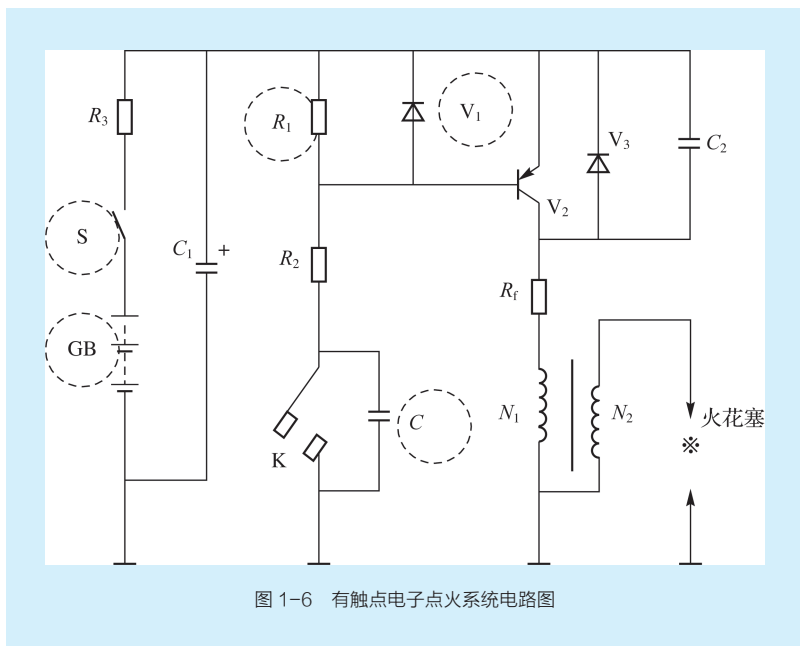

图 1-6 有触点电子点火系统电路图
文字符号是一种用来表示电气设备、装置和元器件的种类及其功能、特征的字母代码, 图 1-6 所示的有触点电子点火系统电路图中的 S、R、V、GB 等字母代号均属于文字符号。
(1) 单字母文字符号。把各种电气设备、装置和元器件等项目划分为 23 大类，每一大类用一个专用的拉丁字母表示，这个专用的拉丁字母就是单字母文字符号。图 1-6 中表示电容器的字母“C”、表示电阻器的字母“R”、表示半导体器件的字母“V”等均属于单字母文字符号。常用单字母文字符号见表 1-11。
(2) 双字母文字符号。双字母文字符号是由一个表示种类的单字母文字符号与另一个字母组合而成的。图 1-6 中表示蓄电池的字母“GB”就是双字母文字符号。常用双字母文字符号见表 1-12。
（2）作为项目种类的字母代码。如图 1-6 所示，图中“C”表示电容器，“R”表示电阻器，“V”表示半导体器件，“GB”表示蓄电池。